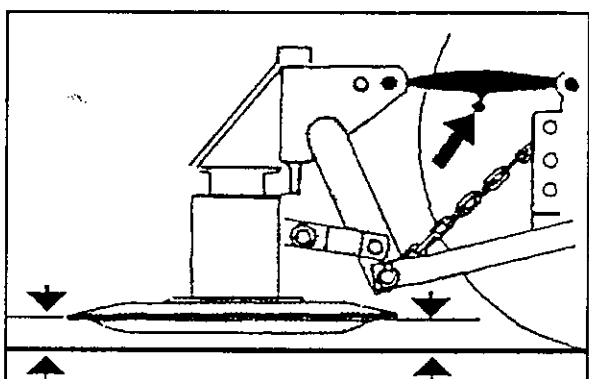

fig. 4-14
- En agissant sur le réglage du bras supérieur, mettre la machine en position horizontale: Disques de coupe parfaitement parallèles au sol (fig. 4-14).